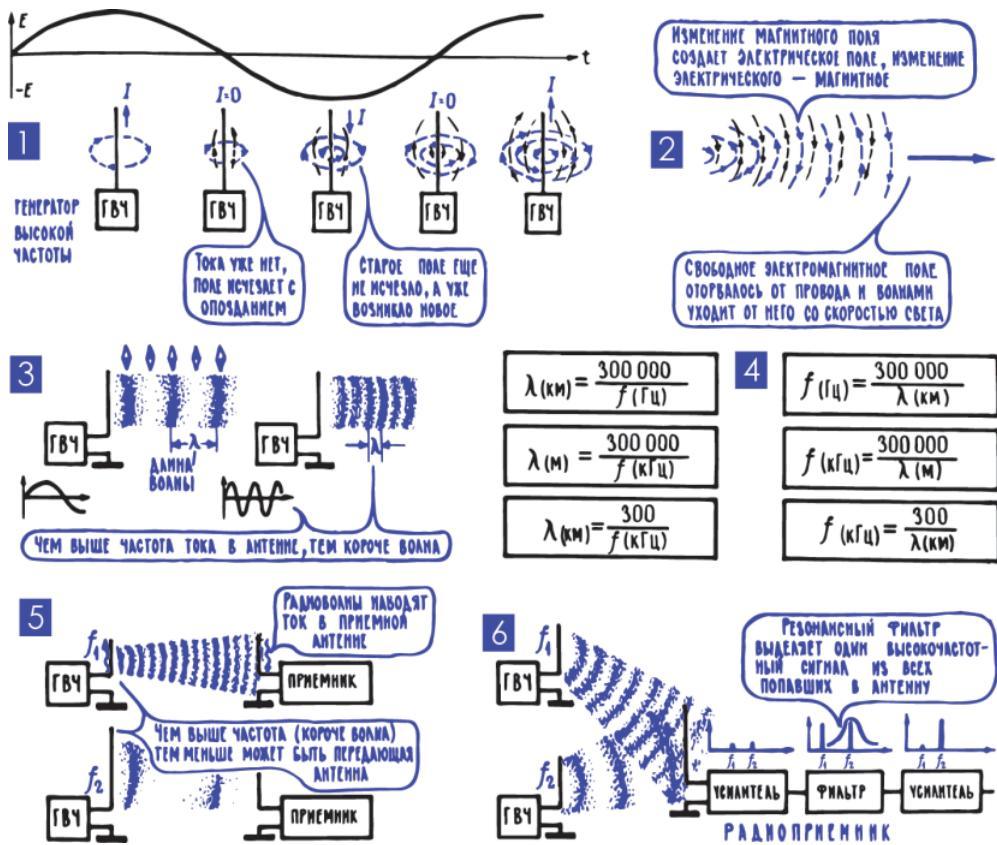

Рис. 13.1. Электромагнитные волны
Старый, добрый, испытанный метод – мысленный эксперимент: пропускаем по проводнику переменный ток и следим за тем, что происходит с электрическими и магнитными полями на некотором расстоянии от этого проводника (рис. 13.1; 1). Первое же нарастание тока создаст нарастающее магнитное поле, сначала оно появится у самой поверхности проводника, а затем, перемещаясь в пространстве со скоростью света, доберется и до некой точки  $x$ . Когда же ток начнет уменьшаться, то магнитное поле тоже будет ослабевать. И тоже не сразу – у поверхности проводника уже поля нет, а в точке  $x$  оно еще существует.
Но электричество и магнетизм – это лишь два разных проявления одного электромагнитного процесса. И электрические поля, выброшенные в пространство, так же, как и магнитные, оказываются лишь составляющими единого сложного образования – электромагнитного поля. В этом поле происходит непрерывный обмен энергией между его составляющими, их взаимные превращения – изменения электрического поля рождают магнитное поле, а его изменения, в свою очередь, рождают электрическое поле. Проводник с переменным током излучает одновременно обе составляющие поля – электрическую и магнитную, они непрерывно переходят одна в другую, их уровень и направление все время меняются (рис. 13.1; 2).
Длина электромагнитной волны – это расстояние между двумя соседними одинаковыми сгустками (одного и того же направления), электрической или магнитной составляющей. Если в мысленном эксперименте взять в руки компас и, остановив электромагнитную волну, перемещаться вдоль нее и наблюдать за отклонением стрелки, то можно будет сказать: длина волны – это расстояние между двумя точками, где стрелка отклоняется в одну сторону и притом с одинаковой силой (рис. 13.1; 3). Этот эксперимент относится к числу мысленных не потому, что его трудно осуществить, а потому, что его осуществить невозможно: электромагнитную волну остановить нельзя, она всегда в движении, всегда несется вперед со скоростью света.
Чем выше частота переменного тока, создавшего электромагнитную волну, тем чаще следуют друг за другом сгустки ее электрических и магнитных составляющих, тем, следовательно, короче длина волны (рис. 13.1; 3). Чтобы подсчитать длину волны  $\lambda$ , нужно знать частоту  $f$  переменного тока и вспомнить, что скорость света  $c = 300\,000$  км/с. За одну секунду ток совершил  $f$  полных циклов изменения (гл. 6; 6), а волна за эту же секунду успеет пройти 300 000 км. Поэтому между каждой парой соседних одинаковых сгустков окажется расстояние  $\lambda = 300\,000 / f$  (рис. 13.1; 4). Можно, кстати, дать такое определение длине волны: это расстояние, которое электромагнитная волна успевает пройти за время, равное одному периоду.
**3. С помощью электромагнитных волн можно создать канал связи.** Проводник с переменным током, излучающий электромагнитные волны, сразу же назовем передающей антенной. На некотором расстоянии от него расположим другой проводник и назовем его приемной антенной (рис. 13.1; 5, 6). Электромагнитные волны, добравшись от передающей антенны к приемной, наведут в ней переменный ток. Можно так описать появление тока в приемной антенне: электрическая составляющая поля будет двигать свободные заряды в проводе так же, как электрическое поле двигает наэлектризованные клочки бумаги. А кроме того, магнитная составляющая поля, поскольку она непрерывно меняется, наведет в приемной антенне ток своим испытанным методом – за счет электромагнитной индукции (гл. 5; 11). А поскольку и электрическая, и магнитная составляющие поля непрерывно меняются, то меняются и силы, которые двигают заряды в приемной антенне. Меняются и по величине, и по направлению. И наводится поэтому в приемной антенне переменный ток (рис. 13.2; 1,2).
Несмотря на простоту и привлекательность такой системы, на практике она неприменима. И вот одна из причин. Чтобы передающая антenna эффективно излучала электромагнитные волны, эта антenna должна быть как можно выше, во всех случаях ее высота должна быть соизмерима с длиной волны (рис. 13.1; 5). Это требование связано с самим механизмом излучения: трудно представить себе, чтобы громкоговоритель размером с булавочную головку эффективно излучал звук. Хорошо, если высота антennы равна половине  $\lambda$ , неплохо, если четверти. Можно смириться даже с тем, что высота антennы составляет несколько процентов от длины волны, хотя при этом мощность излучения составит чрезвычайно малую часть мощности переменного тока в передающей антенне. Теперь подсчитаем: даже на средней звуковой частоте 1000 Гц длина волны оказывается 300 км. И если смириться с тем, что высота антennы составляет всего 1 % от  $\lambda$  (это очень плохо, но пусть хоть так), то понадобится антenna высотой 3 км. Построить такую высокую антенну непросто. А ведь нужно еще излучать и более низкие частоты, для которых антенну пришлось бы делать намного выше.
Выход такой: создавать радиоволны нужно с помощью токов высокой частоты, а каждому передатчику разрешать работать только на одной, именно за ним закрепленной частоте. Во-первых, это позволит в приемнике с помощью резонансных фильтров (гл. 6; 24) отделять сигнал нужной станции от всех остальных (рис. 13.1; 6). А во-вторых, для эффективного излучения высокочастотному току понадобятся уже сравнительно неболь-
Основная профессия колебательного контура, основная его работа в радиоприемнике – выделение сигнала принимаемой станции из бесчисленного множества сигналов, наведенных в приемной антенне радиоволнами разных радиостанций (рис. 13.1; 6). Чтобы познакомиться с этой деятельностью контура, нужны некоторые дополнительные сведения.